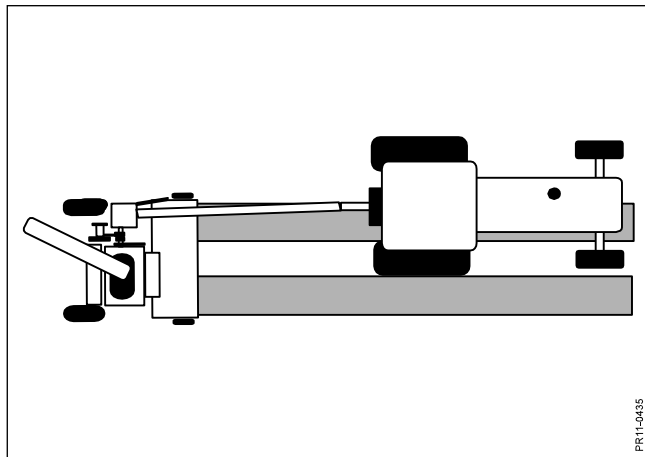

Fig. 6-10
- Fig. 6-10** 2) Snitteren arbejder nu semi-offset, idet traktoren kører med det ene hjulsæt mellem skårene. Denne teknik giver en lige træklinie, og er egnet til aflæsning til begge sider. Den parallelt kørende traktor på højre side kommer tættere på snitteren og har lettere ved at placere vognen i forhold til afgrødestrålen.